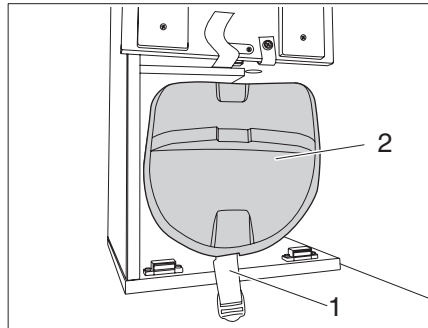

Bild 59 Gaskasten
- ▶ Befestigungsgurt (Bild 59,1) lösen.
- ▶ Abdeckung (Bild 59,2) abnehmen.
- ▶ Abdeckung (Bild 59,2) schließen und mit Befestigungsgurt (Bild 59,1) sichern.